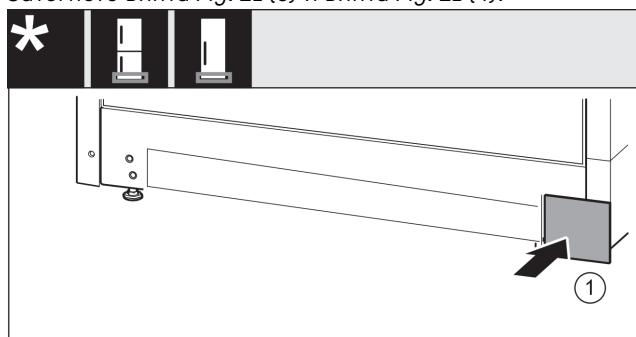

Fig. 22
- ▶ Поставете капака Fig. 22 (1) отново върху другата страна.